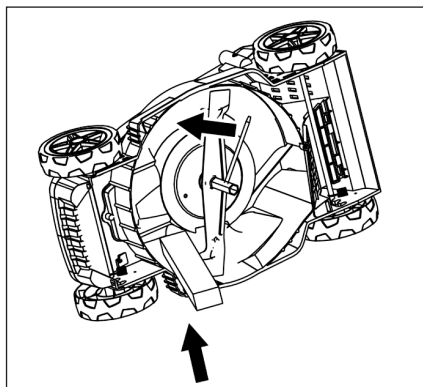

Рис. 6
3. Удерживая нож, с помощью гаечного ключа отсоедините болт крепления ножа и снимите шайбу (рис. 6).